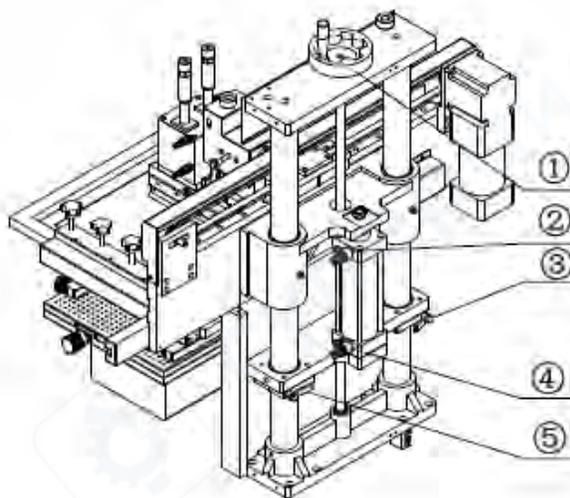

Рис. 8
(1) Ослабьте ручки на Рис. 8.
(2) Поверните регу между печатной платой
(3) После завершения регулировки зафиксируйте ручки (3) и (5) для закрепления положения.
(1) Поверните дроссельный клапан (②) против часовой стрелки, чтобы увеличить скорость подъема манипулятора. Поверните дроссельный клапан (②) по часовой стрелке, чтобы уменьшить скорость подъема манипулятора (См. Рис. 8).
(2) Поверните дроссельный клапан (④) против часовой стрелки, чтобы увеличить скорость опускания манипулятора. Поверните дроссельный клапан (④) по часовой стрелке, чтобы уменьшить скорость опускания манипулятора (См. Рис. 8).